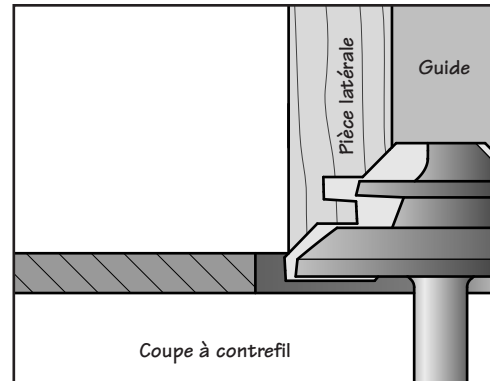

Figure 6 : Coupe à contrefil
6. Avec des pièces de test, exécutez une coupe en bout et une coupe à contrefil, la première correspondant aux parties avant et arrière du tiroir, la seconde représentant les côtés. Assurez-vous que la position du guide demeure la même lorsque vous toupillez les deux pièces. Voir la **figure 6**.